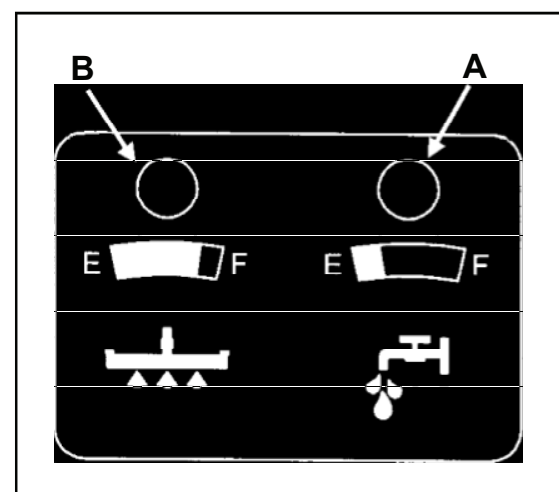

Figure 23
**Lecture de l'indicateur du niveau de charge des batteries (voir figure 23, A).**
**Lecture de l'indicateur de réservoir de récupération plein (voir figure 23, B).**